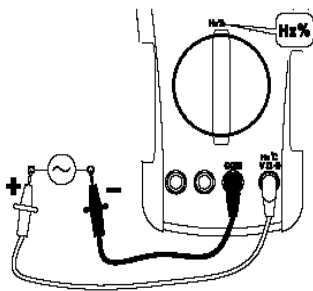

Рис.7.5
3. Подключить измерительные провода параллельно нагрузке/источнику (рис.7.5).